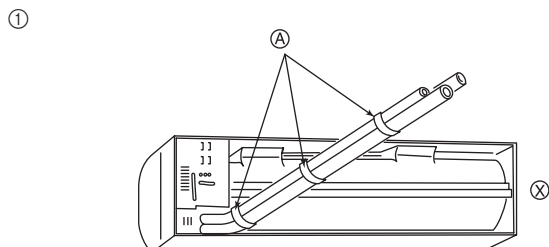

Fig. 3-4
① Attachez un fil à l'orifice.
② Ce niveau peut être obtenu facilement en attachant un poids au fil et en alignant le fil avec la marque.
① Tuyautage arrière, droit et inférieur (Fig. 3-4)